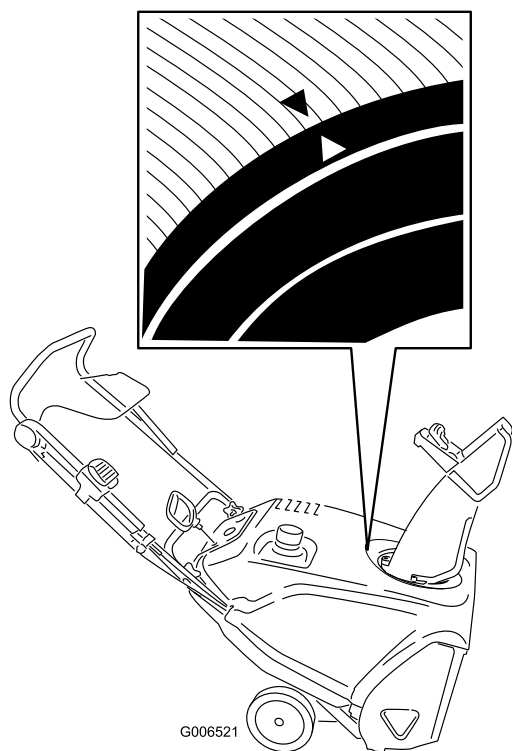

Figura34
3. Rotiți jgheabul de evacuare astfel încât să fie orientat drept înainte, iar săgeata de pe spatele jgheabului de evacuare să fie aliniată cu săgeata de pe carcasă (Figura34).